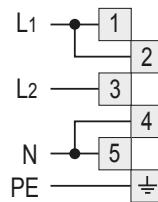

Afb. 2.2
- Maak schroef "D" los en open de kabel klem "E" in zijn geheel (Afb. 2.2).
- Verbind de aansluitingen met klemhouder "F" (Afb. 2.2) volgens het schema in Afb. 2.3.